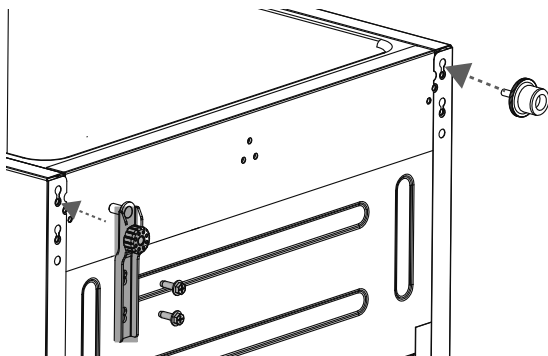

Fig. 5
- ▶ Vissez la charnière inférieure sur le côté gauche. Vissez le pied réglable (3) du côté droit (voir **fig. 5**).
- ▶ Placez la porte du congélateur (2) sur la charnière inférieure. Tenez bien la porte du congélateur.
- ▶ Assurez-vous que la porte du congélateur (2) fait corps sur le plan horizontal et sur le plan vertical avec le caisson de l'appareil, de manière à ce que les joints soient tous en contact lorsque la porte est fermée, avant de revisser à fond la charnière supérieure.